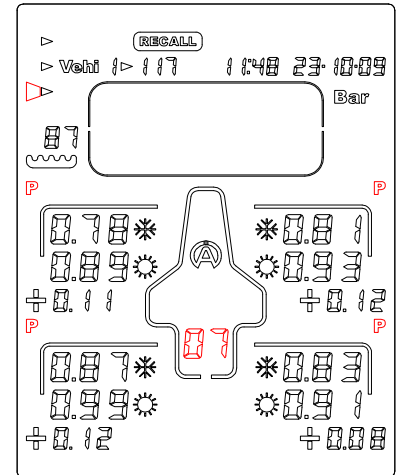

Abbildung 10
- 4) Wählen Sie mit Taste  oder  die **Ziffernanzeige** aus (Abbildung 10).
In diesem Beispiel "Abbildung 10" zeigt das Tyrecontrol für das Fahrzeug 1 die erste Phase von Daten des letzten gespeicherten "Sets" an, d.h. die Drücke der Reifen vor  und nach  der Fahrt sowie die Vorher-Nachher-Differenzen.